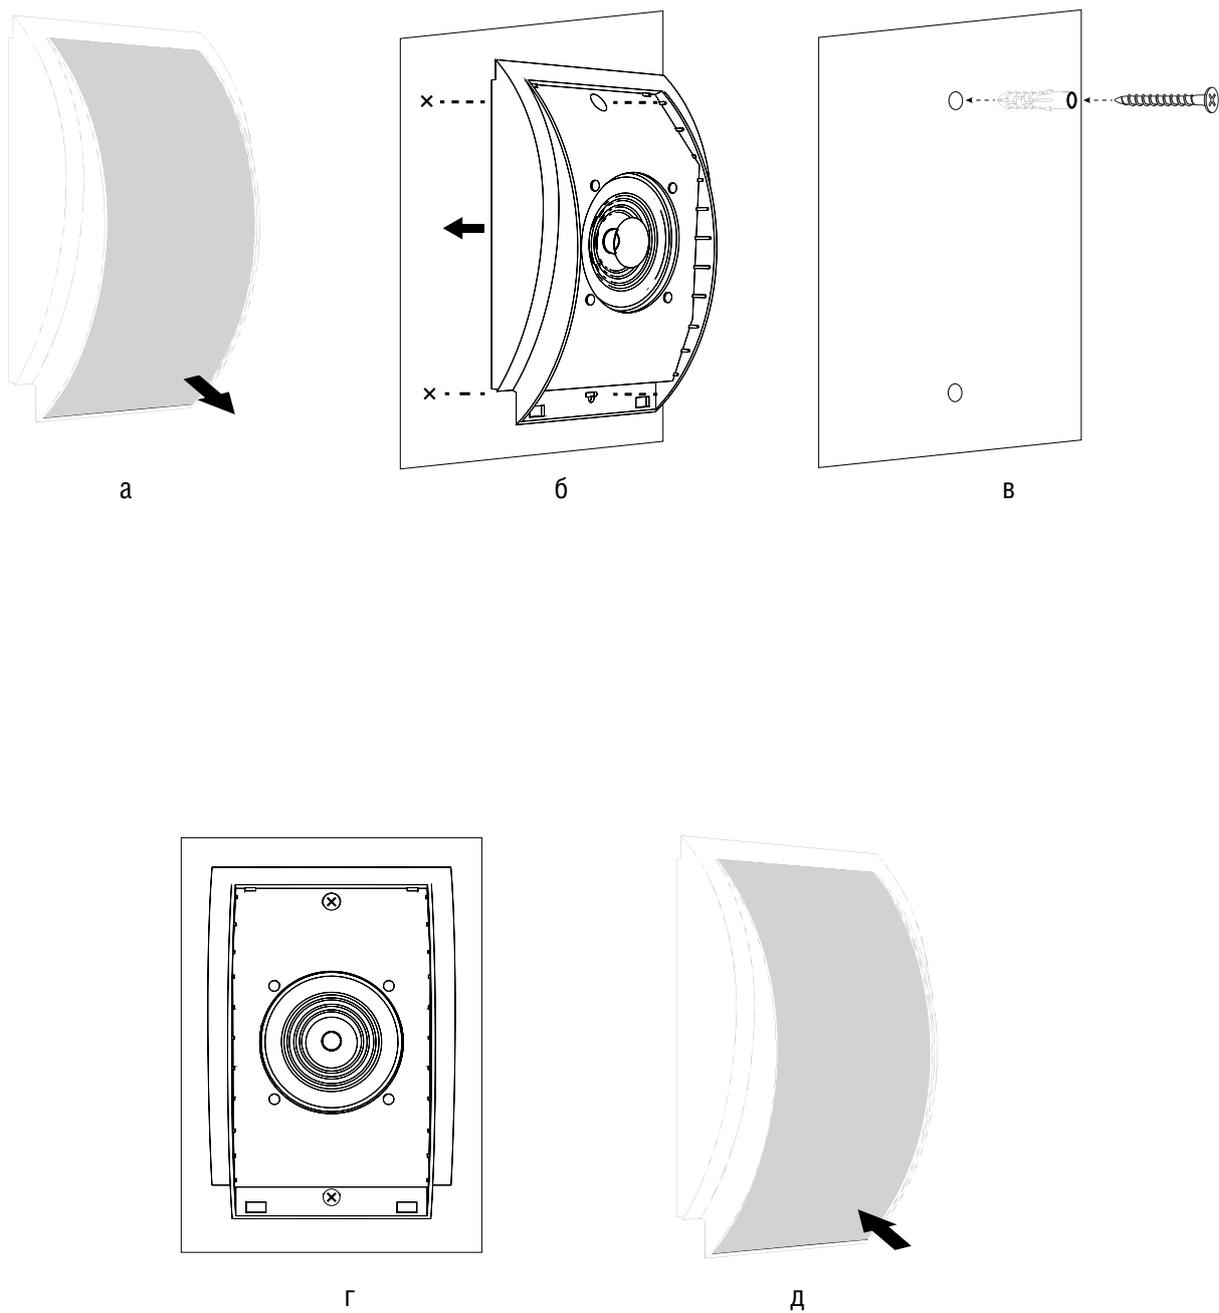

Рисунок 7.2 Порядок установки громкоговорителя
1. Отсоединить накладную панель от корпуса громкоговорителя (**Рис. 7.2, а**).
2. Приложить громкоговоритель на установочную поверхность и нанести разметку для крепежных изделий (**Рис. 7.2, б**).
3. Просверлить отверстия, установить крепёжные изделия (дюбеля) и крепежные элементы (шурупы или саморезы) (**Рис. 7.2, в**).
5. Установить громкоговоритель на поверхность путём попадания в паз и фиксации (**Рис. 7.2, г**). Установленный громкоговоритель должен плотно прилегать к поверхности и не должен иметь люфта.
6. Установить накладную панель на корпус громкоговорителя (**Рис. 7.2, д**).